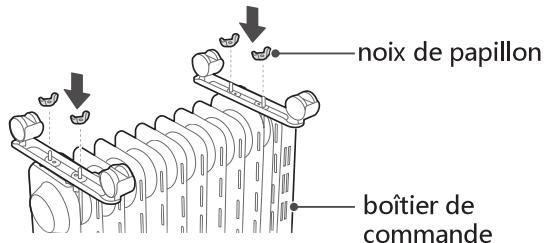

figure 2
- 3, comme le montre la figure 2, deux ensembles de composants de roue sont serrés avec quatre papillons d'arachide. Installez solidement puis placez le radiateur en position: placez simplement les roues au sol.